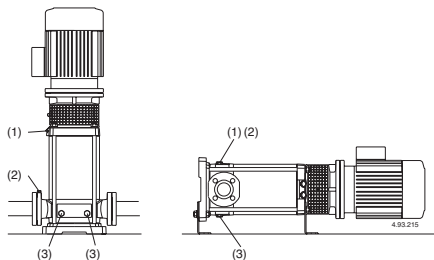

Fig.4d (1) Vullen ontluchttingsplug
Sluit de ontluchting voor (fig. 4d) voor MXV-B, MXV(L) 25-32-40-50 en MXV(L)4 25-32-40-50 Sluit de naaldschroef (14.07) in de aftapplug (14.12) (fig. 4b) en sluit de ontluchting (14.04).